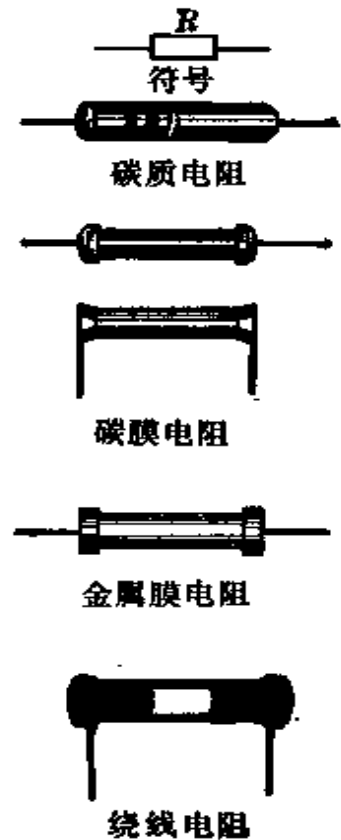

图 3-2
1. 电阻器 电阻器简称电阻，通常用字母 R 表示。电阻是晶体管收音机的常用元件之一。电阻的种类很多，有碳质电阻、碳膜电阻、金属膜电阻、金属氧化膜电阻、线绕电阻等数种。它们的实物和外形如图 3-2 所示。在晶体管收音机中一般选用体积较小的碳膜电阻或金属膜电阻。